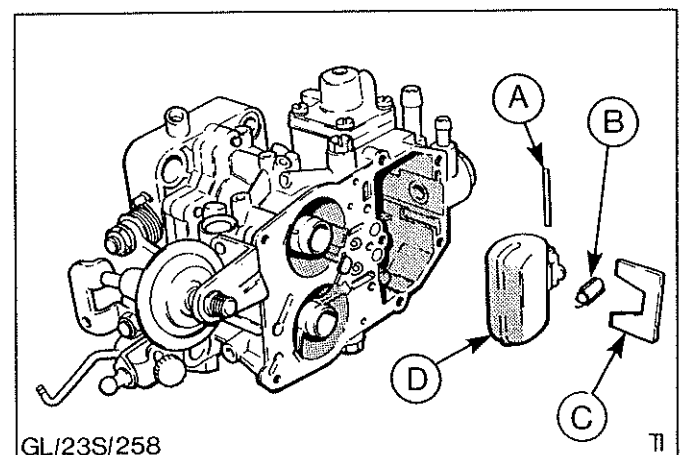

Abb.32 Schwimmernadelventil und Schwimmer ausgebaut
6. Kunststoffhalter der Schwimmerachse vorsichtig herausdrücken, Schwimmer und Schwimmerachse herausnehmen und Schwimmernadelventil herausziehen, Abb.32.
9. Schwimmernadelventil, Schwimmer, Schwimmerachse und Kunststoffhalter einbauen, Abb.32.